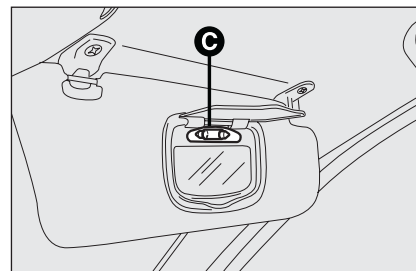

fig. 46
- remplacer la lampe **C-fig. 46** en la dégageant des contacts latéraux, et en s'assurant que la nouvelle ampoule soit correctement bloquée entre les contacts mêmes.